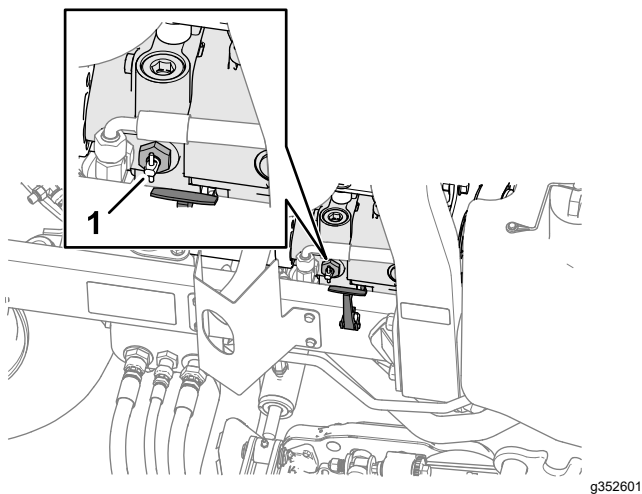

Рисунок 48
2. Поверните на 90° ручку перепускного клапана на насосе (Рисунок 48), расположенного рядом с правой защелкой капота.